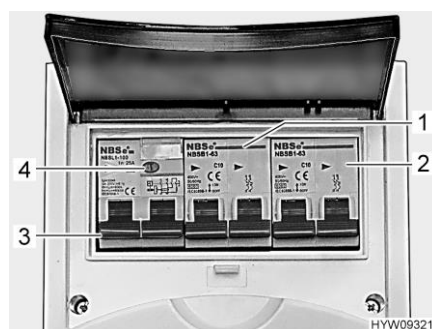

Fig. 74 Interruttore di sicurezza e interruttore automatico FI (scatola dei fusibili a 230 V)
Un interruttore di sicurezza per correnti di guasto (interruttore automatico FI) (Fig. 74,3) nella scatola dei fusibili protegge l'intero veicolo da correnti di guasto (30 mA).
L'interruttore di sicurezza collegato in serie (10 A) (Fig. 74,1) protegge le prese da 230 V, la centralina elettrica, il caricabatteria supplementare e il frigorifero.
Per veicoli con dotazioni opzionali, p. es. l'impianto di climatizzazione a tetto, un ulteriore interruttore di sicurezza (16 A) (Fig. 74,2) protegge l'apparecchio.
- Se il veicolo è collegato all'alimentazione a 230 V, premere il tasto di controllo (Fig. 74,4). L'interruttore di sicurezza per correnti di guasto (FI) deve scattare.